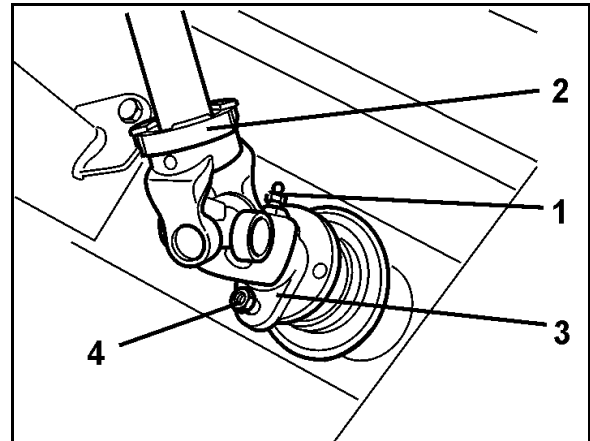

Fig. 83
1. Løsne den koniske smørenippelen (Fig. 83/1) i koblingsnavet (Fig. 83/2) på kraftoverføringsakselen.
2. Fjern brytebolten (Fig. 83/4) mellom kraftoverføringsakselens gaffelflens (Fig. 83/3) og flensen til girets inngangsaksel.